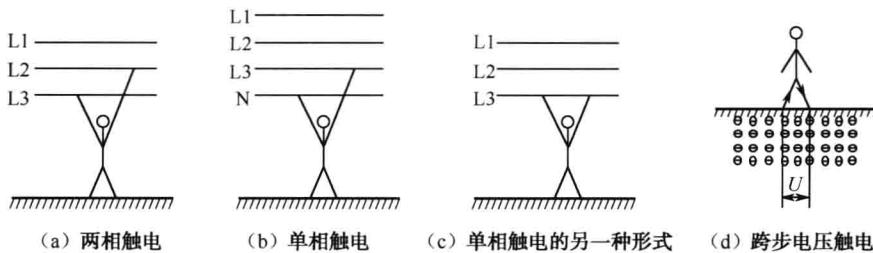

图 1.1.13 触电形式
(2) 触电形式与安全措施，如图1.1.13所示。
① 两相触电形式如图1.1.13(a)所示。安全措施是进行单线操作，并要求穿上绝缘鞋。
- ② 单相触电形式如图 1.1.13 (b)、图 1.1.13 (c) 所示。安全措施与两相触电形式相同。
③ 跨步触电形式如图 1.1.13 (d) 所示。安全措施单脚着地离开危险区。